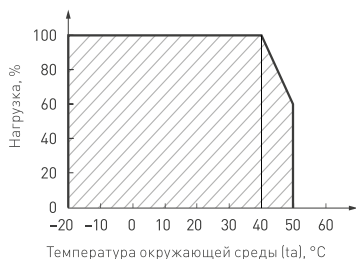

Рис. 4. Максимальная допустимая нагрузка, % от температуры окружающей среды
- температура окружающего воздуха $-20 \dots +50 \text{ }^\circ\text{C}$, см. график зависимости максимально допустимой нагрузки на источник питания от температуры окружающей среды на рис. 4;
- 4.2. Не нагружайте источник питания более чем на 80% от его максимальной мощности. Учитывайте, что с повышением температуры окружающей среды максимальная мощность источника питания снижается, см. график зависимости на рис. 4.